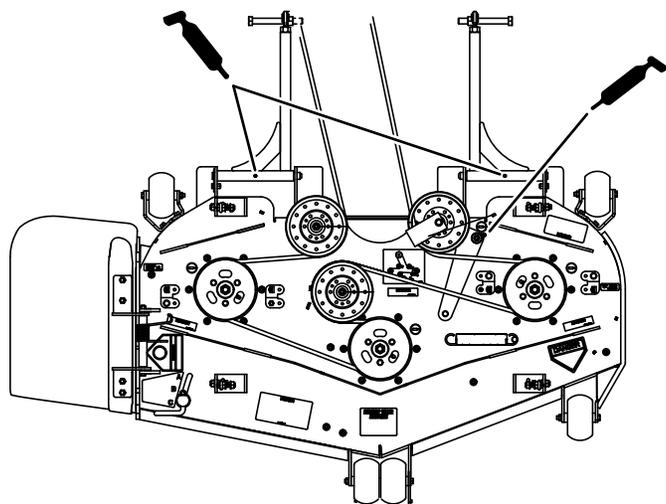
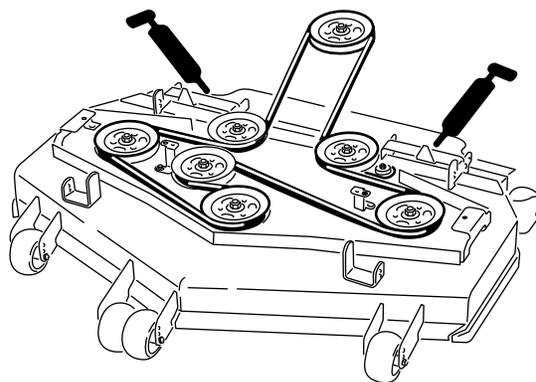

Figura 54
Figura 55
6. Ingrassate il braccio di rinvio della cinghia sul piatto di taglio del tosaerba (Figura 54).
7. Lubrificate i raccordi sui bracci di spinta (Figura 54 o Figura 55).